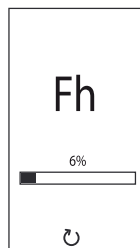

fig. 9 - Odpowietrzanie z wyłączonym wentylatorem
- W ciągu następnych 280 sekund cykl odpowietrzania będzie kontynuowany przy wyłączonym wentylatorze (fig. 9 - Odpowietrzanie z wyłączonym wentylatorem).